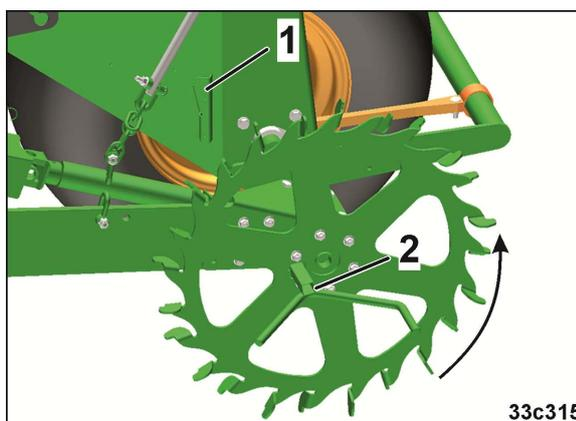

Fig. 73
- o En caso de accionamiento mecánico de la rueda estrellada, girar a la izquierda la manivela de dispersión (Fig. 73/2) como en la prueba de desprendimiento.